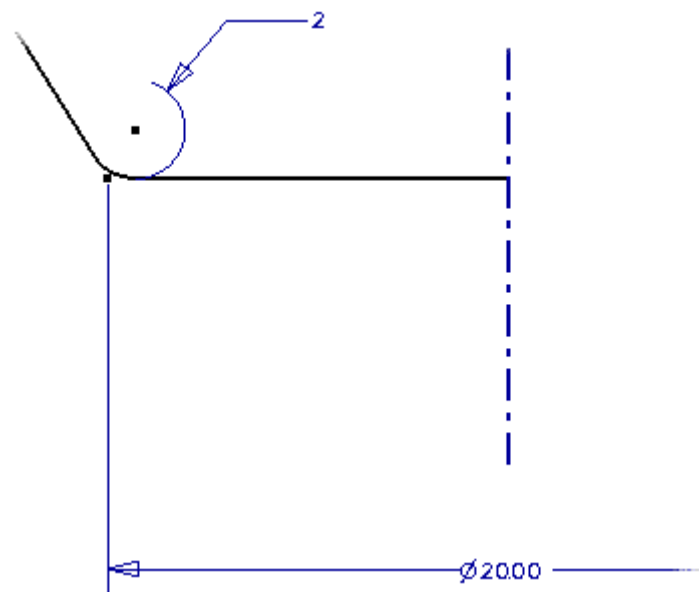

Bild 11: Bodenradius
9. Starten Sie aus der Befehlsleiste Skizze den Befehl *Rundung*. Wählen Sie die schräge und horizontale Linie um dort einen Radius anzubringen (siehe Bild 11).